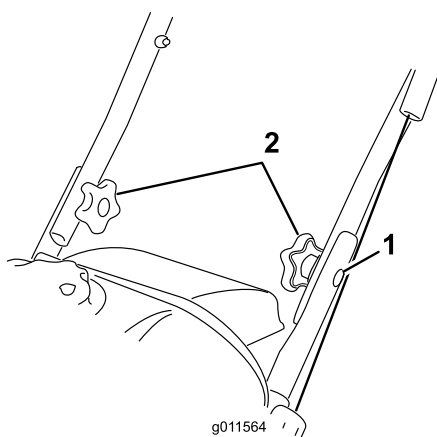

Рисунок 3
2. Вставьте болты с овальными головками в совмещённые отверстия так, чтобы головки болтов находились снаружи рукояток (Рисунок 3).
1. Болт с овальной головкой (2)
3. Установите волнистые шайбы и головки рукояток на болты с овальными головками с внутренней стороны рукояток (Рисунок 3) и до отказа затяните головки.